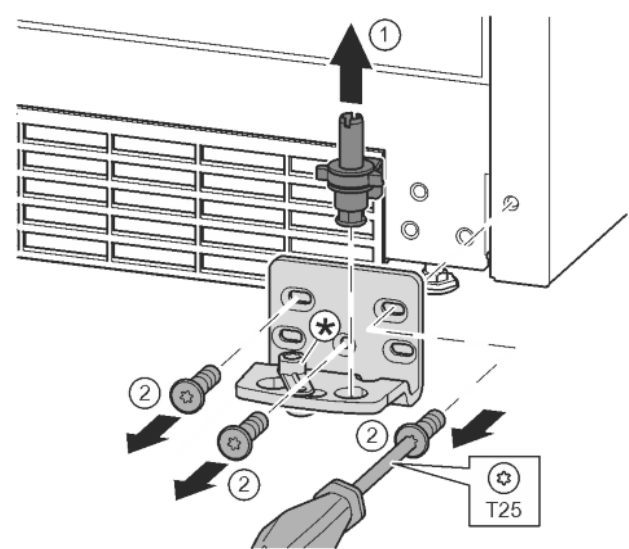

Fig. 15
- ▶ Izvucite podložak ležaja kompletno prema gore. Fig. 15 (1)
- ▶ Odvijačem T25 odvijte vijke i skinite podložak ležaja. Fig. 15 (2)